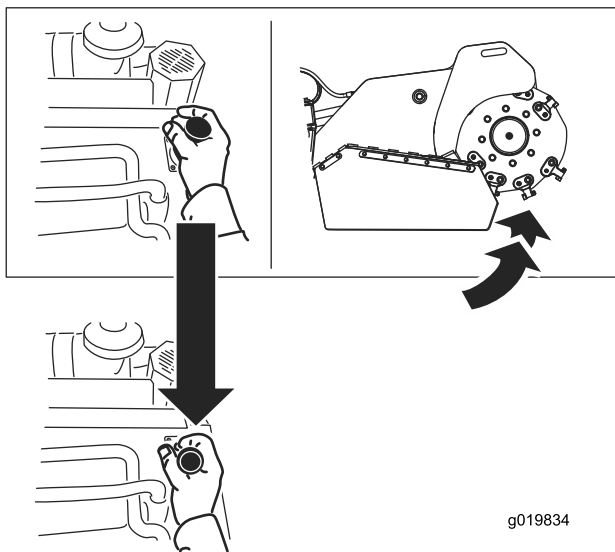

Figura 14
- Per sollevare la trinciatrice, portate la leva indietro (Figura 14).